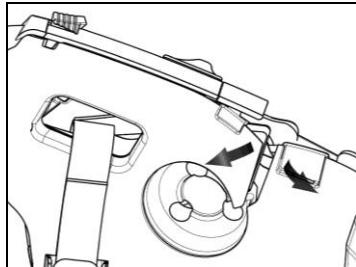

Fig. 16
- Sollevare il rivestimento plastico del guanciale (Fig. 16).